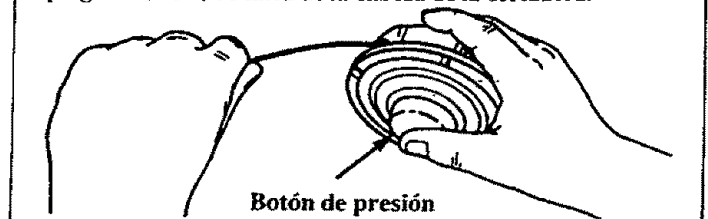

Figura 17
- Obtenga la longitud correcta de la línea (4 pulgadas) accionando el Botón de Avance (Figura 17) y tirando nuevamente de la línea.